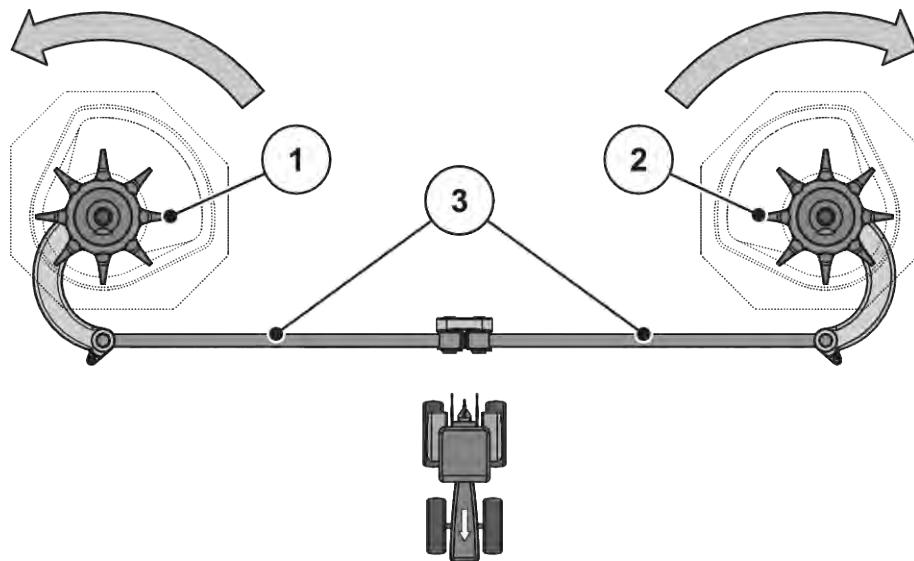

Рис. 54: Перевірка привода мішалки
- Прокрутіть змішувальну головку рукою **в напрямку руху розкиdalьного диска.** Див.. Рис. 54 Перевірка привода мішалки.
- Із силою прокрутіть змішувальну головку рукою або за допомогою ремінного ключа для масляного фільтра **проти напрямку руху розкиdalьного диска.** Див. Рис. 54 Перевірка привода мішалки